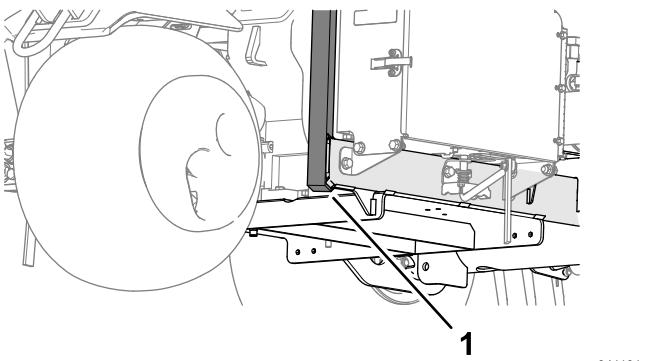

Рисунок 138
3. Надежно разместите домкрат под опорным рычагом переднего колеса (Рисунок 138).